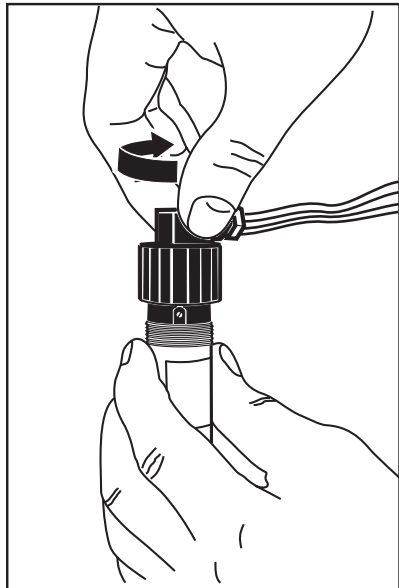

Рис. 6
- взявшись за кабельную часть соединителя, как показано на рис. 6, повернуть обойму таким образом, чтобы расположение окна корректора нуля было удобным для работы; угол поворота обоймы относительно корпуса преобразователя составляет приблизительно 350° и ограничен специальными упорами;